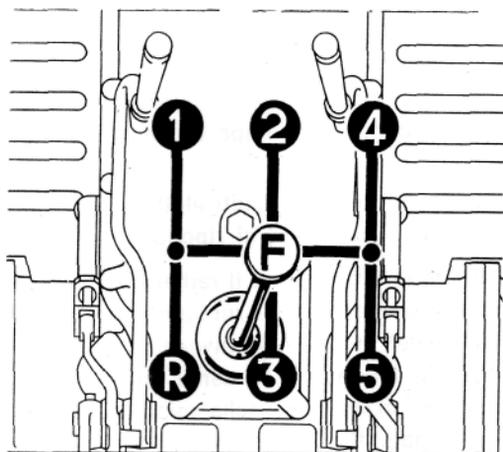

Fig. 6. - Posizioni della leva comando marce.
- 7. Leva comando marce:** vedere nella fig. 6 le posizioni della leva corrispondenti alle marce del cambio. Per cambiare marcia occorre disinnestare sempre la frizione.